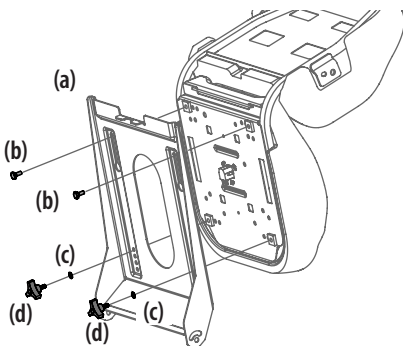

Figure 4
- a. Pour le bouton d'ajustement du siège : insérez les boulons (b) dans les trous arrière et la rondelle de blocage (c) et les boutons (d) dans les trous avant. Serrez solidement. Consultez la Figure 4.